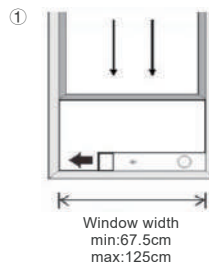
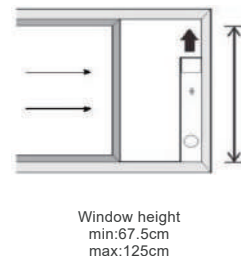

Fig. 6
Fig. 7
Die Installationsweise des Fenster-Schiebesystems erfolgt meist in „horizontaler“ oder „vertikaler“ Ausrichtung. Wie in Abb. 6 und Abb. 7 gezeigt, überprüfen Sie vor der Installation die Mindest- und Maximalgröße des Fensters.
1. Installieren Sie das Fensterkit am Fenster (Abb. 6, Abb. 7);
The installation manner of window slider kit is mostly in "horizontal" or "vertical". As shown Fig.6 and Fig.7, check the min and max size of the window before the installation.
1. Install the window kit on the window (Fig.6, Fig.7);
La méthode d'installation du système coulissant pour fenêtres se fait généralement en orientation « horizontale » ou « verticale ». Comme indiqué sur les Fig. 6 et Fig. 7, avant l'installation, vérifiez la taille minimale et maximale de la fenêtre.
1. Installez le kit de fenêtre sur la fenêtre (Fig. 6, Fig. 7) ;
Il sistema di installazione del kit finestra può essere effettuato generalmente in direzione "orizzontale" o "verticale". Come mostrato nelle Fig. 6 e Fig. 7, prima di procedere con l'installazione, verificare le dimensioni minime e massime della finestra.
1. Installare il kit finestra sulla finestra (Fig. 6, Fig. 7);